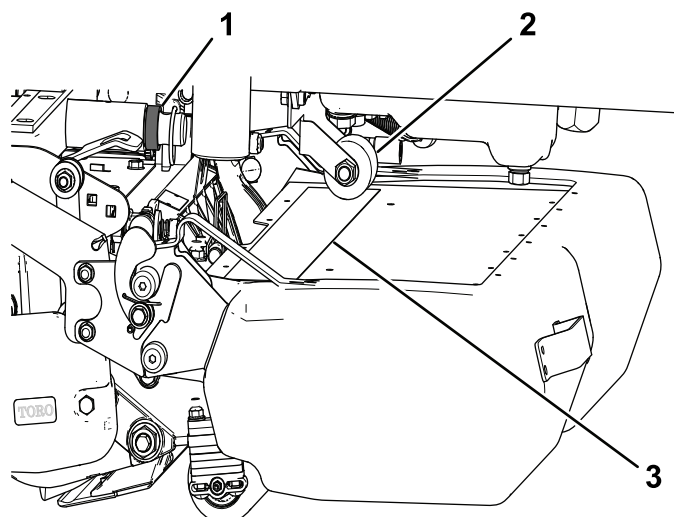

Figura 16
Durante la elevación de la unidad de corte, el tope del rodillo debe estar en contacto siempre con la tira de desgaste del protector superior del recogedor (Figura 16).
1. Al instalar la unidad de corte central trasera, asegúrese de que el espaciador del pasador del brazo de elevación está instalado detrás del bastidor de tiro de la unidad de corte, según se muestra en Figura 16.